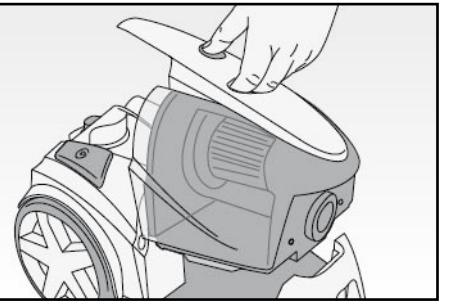

Fig. 6
- Premere il pulsante di sblocco (E) e contemporaneamente estrarre il contenitore della polvere (A) per mezzo dell'apposita impugnatura (F) (Fig. 6).